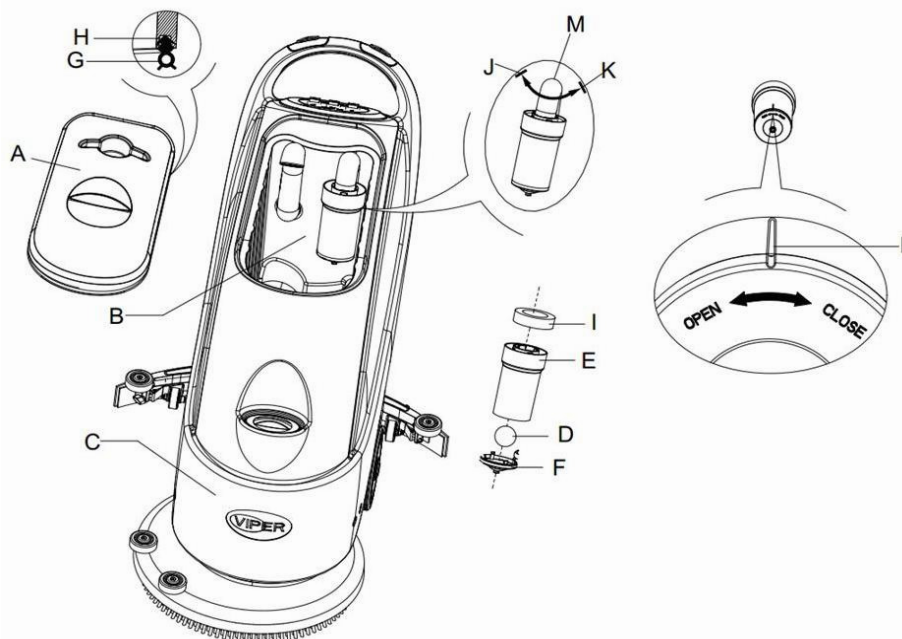

Рисунок 16
2. Нажмите кнопку включения питания (41) и установите ее в позицию "O" для отключение устройства.
3. Откройте резервуар для воды (A, Рисунок 16), и снимите поплавков устройства (36) из резервуара для грязной воды.
4. Используйте чистую воду для очистки крышки (A), резервуара (B и C), и опорной рамы фильтра-поплавка (E). Через отверстие трубы (15), слейте всю воду из резервуара.
5. При необходимости, возле символов "Open" и "Close" как показано на **рисунке 16**, отсоедините нижнюю крышку (F) от фильтра-поплавка и очистите поплавок (D), опорную раму (E), а также фильтр подушки (I). После очистки зафиксируйте фильтр-поплавков на опорной раме (E), а затем выровняйте паз (L) на нижней крышки (F) с пазом поплавкового фильтра (L) к опорной раме (E). Поверните нижнюю крышку (F) с точкой фильтра-поплавка и закрепите плотно фильтр к подушке (I) на опорную раму фильтра-поплавка (E), а затем на Вакуумную трубку (M).
6. Проверьте герметичность уплотнительного кольца (G) крышки резервуара с водой..